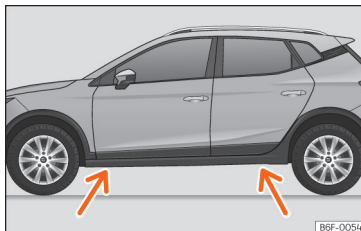

Fig. 37 Pontos de apoio do macaco.
- Procure na longarina a marca do ponto de apoio do macaco [zona afundada] mais próximo da roda a substituir » » **Fig. 37**.